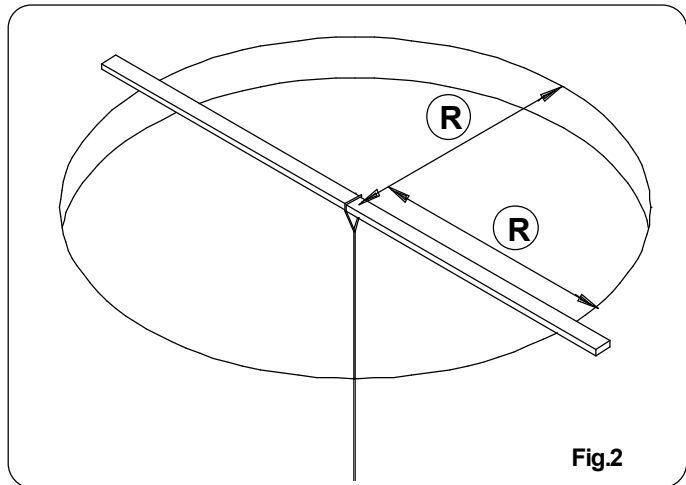
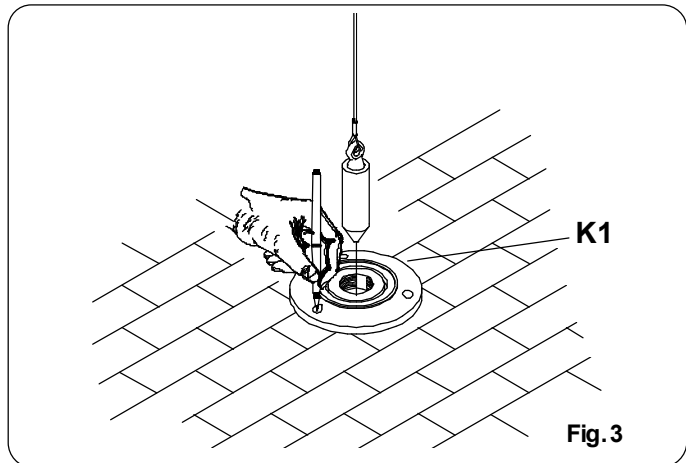

Fig.2
Fig.3
- Trovare e proiettare a terra il centro del vano scala. Come indicato in fig.2 e fig.3.
- Find a and project the centre of the stairwell staircase on the ground. as shown in Fig.2 - Fig. 3
- Déterminer et projeter au sol le centre de la trémie de l'escalier. Comme indiqué fig.2 e fig.3.
- Den Mittelpunkt des Treppenhauses ausfindig machen und auf den Boden übertragen. wie in der Abb.2 - Abb.3 gezeigt.
- Encuentre el centro del hueco de escalera y proyéctelo hacia el suelo. Como se indica en la fig. 2 - Fig.3